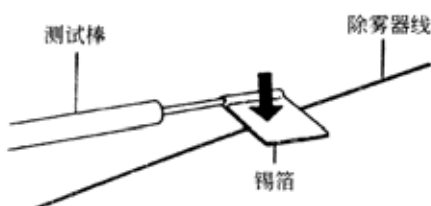

图 9-235
(3)如图 9-235 所示，测量电压时，在电压表的负接线棒顶端包上锡箔，用手指压紧。